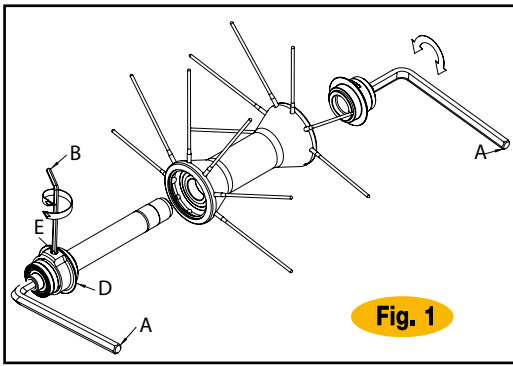

Fig. 1
- Introduzcan dos llaves Allen (A) en las tuercas de tope en los extremos de los bujes (Fig. 1) y gírenlas en sentido **antihorario**.
- Aflojen el perno (E) con una llave Allen (B) (Fig. 1).
- Aprieten el perno (E).